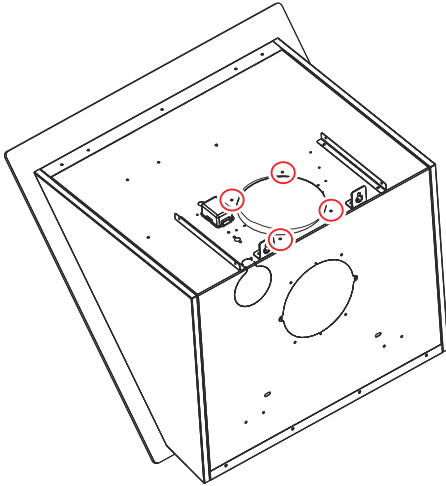

Fig. 15: Løsn motorens skruer
1. ➔ Løsn motorens skruer (Fig. 15).